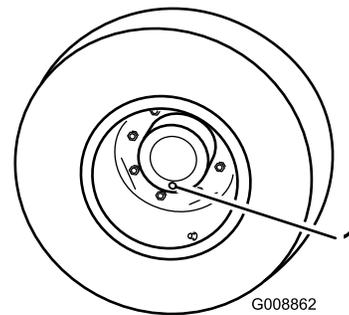

Рисунок 57
1. Поставив машину на ровную поверхность, расположите колесо так, чтобы одна контрольная пробка находилась в самом нижнем положении («6 часов») (Рисунок 57).